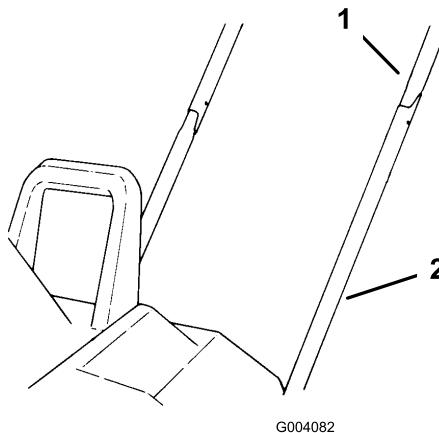

Bild 3
3. Stecken Sie die rechte Seite des oberen Rohrs vorsichtig auf das Ende des unteren Rohrs an der rechten Seite (Bild 3).
4. Stecken Sie die linke Seite des oberen Rohrs vorsichtig auf das Ende des unteren Rohrs an der linken Seite (Bild 3).
5. Drücken Sie die oberen Rohre zusammen und schieben Sie die oberen Rohre nach unten, bis die Befestigungslöcher im oberen und unteren Rohr ausgerichtet sind (Bild 3).